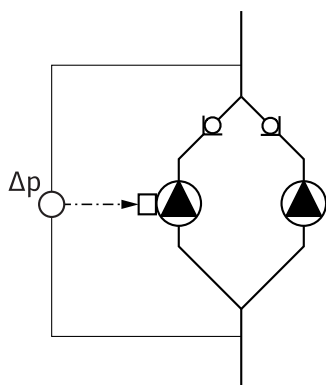

Fig. 13: Exempel, anslutning differens-trycksgivare
- I exemplet i fig. 13 är masterpumpen är den vänstra i flödesriktningen. På den pumpen ansluts differensstrycksgivaren.
Mätpunkterna på masterpumpens differensstrycksgivare måste ligga i sammelnröret på sug- och trycksidan på tvillingpumpanläggningen (fig. 13).